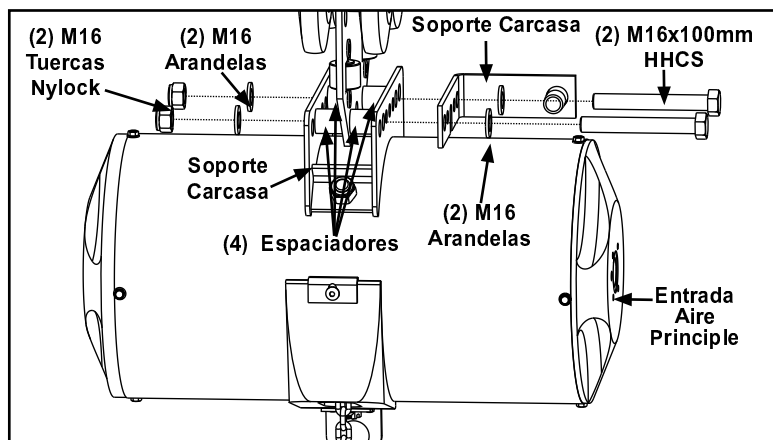
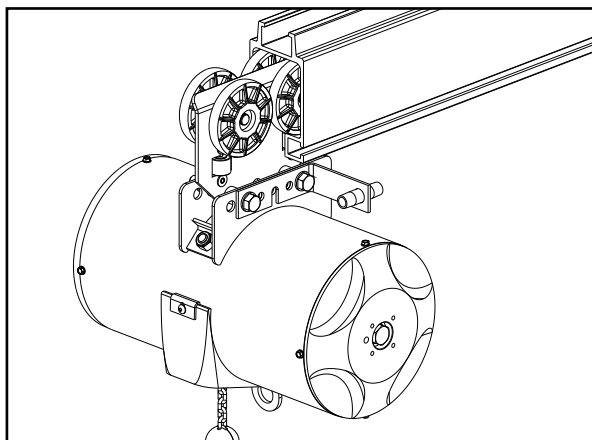

Figura 3-79
Figura 3-80
- Paso 1. Deslice dos (2) M16 x 100 mm HHCS con arandelas M16 a través de soporte para aire y en un lado del soporte de la carcasa. Vea Figura 3-79
- Paso 2. Junte Carros con espaciadores dentro del soporte del balanceador deslizando un espaciador de (1) 5/8" (16 mm) x 1" (25 mm) en cada tornillo y deslice los tornillos a través de los orificios de montaje en el carro. Vea Figura 3-79.
- Paso 3. Instale los dos (2) espaciadores restantes, uno (1) por tornillo, entre el carro y la segunda placa del soporte de la carcasa.
- Paso 4. Instale dos (2) Tuercas Nylock M16 x 2.0 y arandelas planas M16 en tornillos de montaje.
- Paso 9. Coloque el carro en el riel. Vea Figura 3-80.